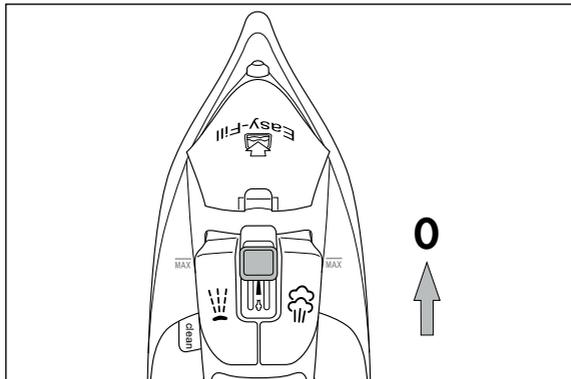

Fig. 2
- 1) Veillez à ce que le régulateur de vapeur **3** soit en position **0** (voir fig. 2).
❶ ATTENTION !
- 1) Faites glisser le régulateur de vapeur ❸ jusqu'en haut sur la position 0 (pas de vapeur) (voir fig. 2).
- 2) Laissez chauffer le fer à repasser à vapeur jusqu'à ce que la LED de chauffage ❸ reste allumée sans clignoter.